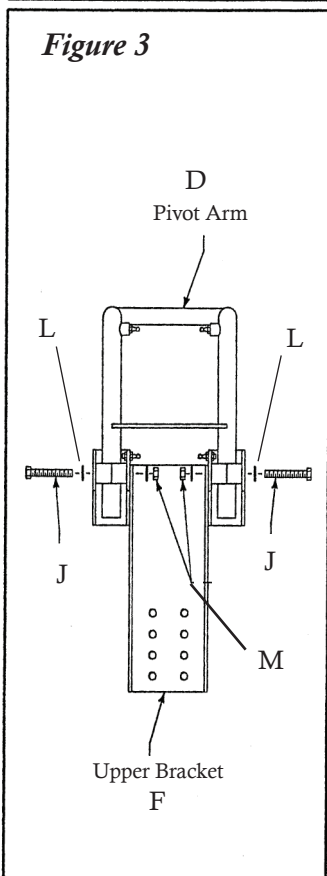
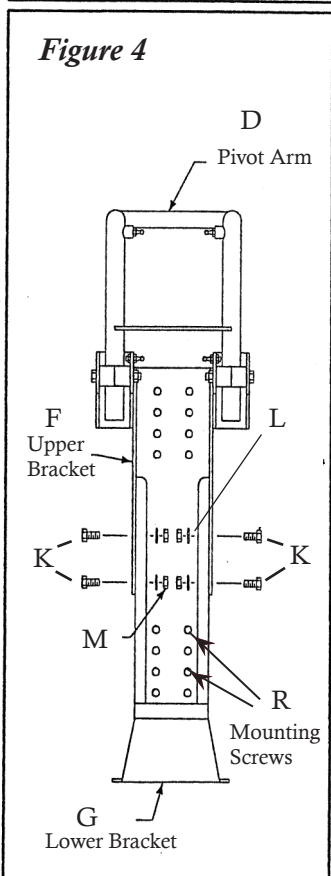

Figure 3
Figure 4
#3 Bevestig de draaiarm (D) aan de bovenste beugel (F) m.b.v. de 3/8" x 3" zeskantbouten (J), 3/8" sluitringen (L) en 3/8" borgmoeren (M) (zie Fig. 3). **Let op: Draai de bouten eerst strak aan en draai de moer vervolgens terug totdat de draaiarm vrij kan bewegen.** Leg vervolgens de draaiarm (D) op de spa cover en bevestig de bovenste en onderste beugels aan elkaar m.b.v. 4 stuks 3/8" x 3/4" zeskantbouten (K), 3/8" sluitringen (L) en borgmoeren (M) (zie Fig. 4)